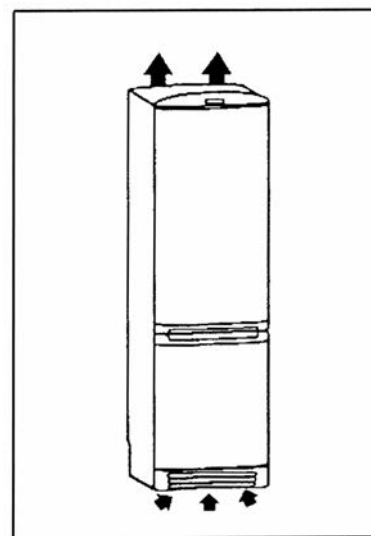

Рис.1
- Ни в коем случае не закрывайте вентиляционные отверстия прибора (см. рис. 1)